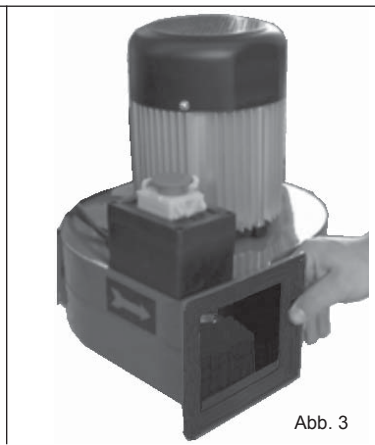

Abb. 3
- Den Motorkomplex mit der Trommel für die Aufnahme der Beutel ausrichten. Dichtung und das Schutznetz zwischen den beiden zu montierenden Teilen einlegen. Dabei sind die entsprechenden Schrauben, Unterlegscheiben und Muttern zu verwenden (**Abb. 3**).